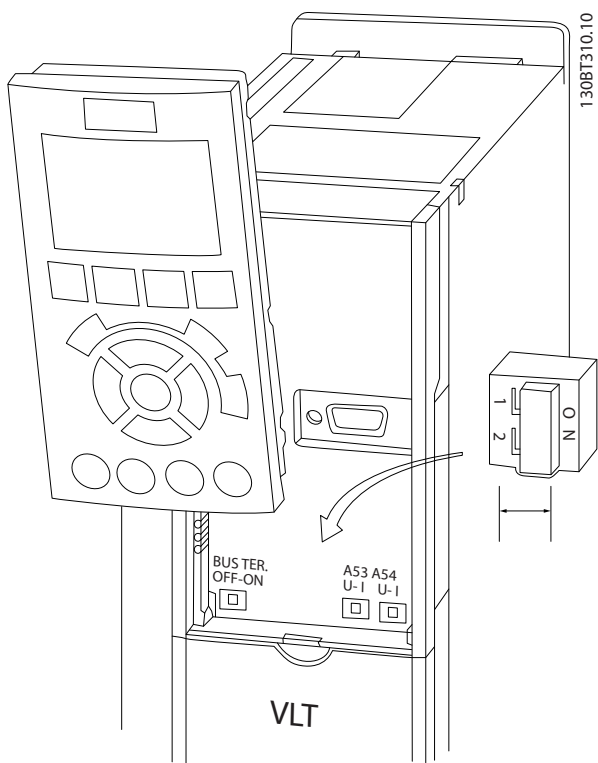

Ilustración 2.26 Ubicación de los conmutadores de los terminales 53 y 54
- Puede accederse a los conmutadores cuando se ha retirado el LCP (consulte la *Ilustración 2.26*). Tenga en cuenta que algunas tarjetas de opción disponibles con la unidad podrían cubrir estos conmutadores y, por tanto, es necesario quitarlas para cambiar la configuración de los conmutadores. Desconecte siempre la alimentación de la unidad antes de quitar las tarjetas de opción.